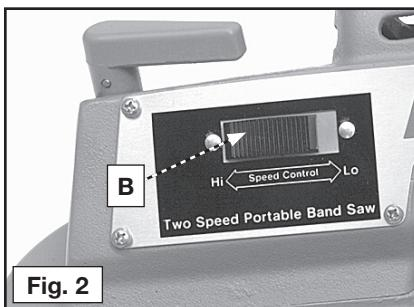

Fig. 2
La scie à ruban à deux vitesses est équipée d'un interrupteur de changement de vitesse (B) Fig. 2.